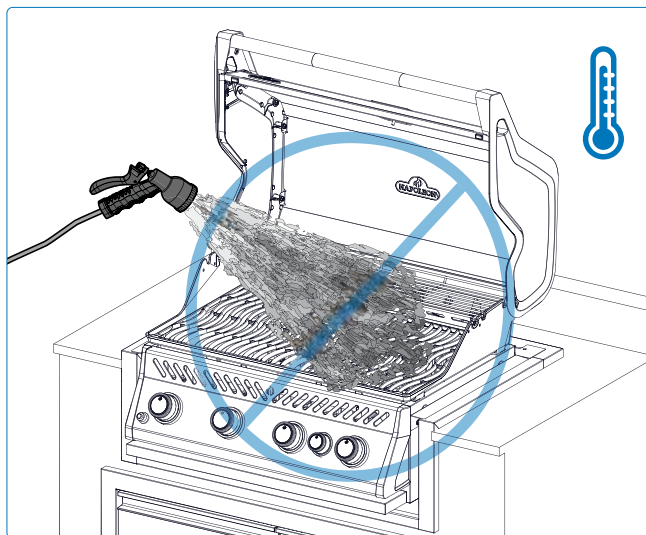

Fig. 17
1. Brug aldrig vand til at slukke flammer eller kontrollere oplussen (**Fig. 17**)